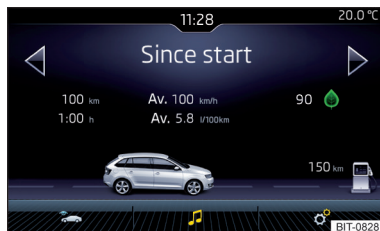

Abb. 185
- Die Taste **CAR** drücken, es wird das Hauptmenü mit den folgenden Funktionsflächen angezeigt » **Abb. 185**.